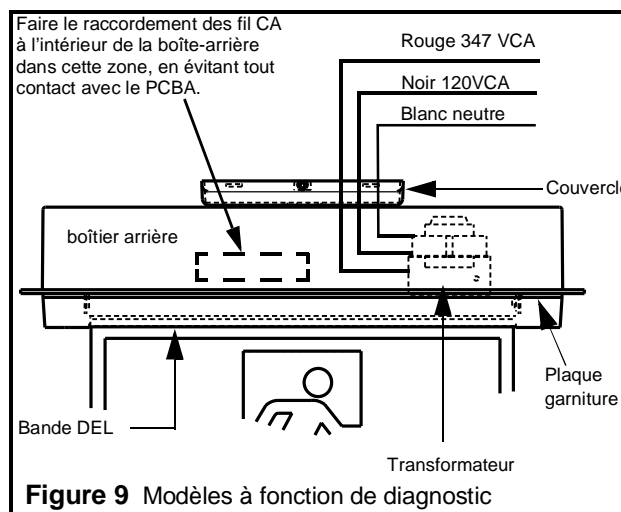

Figure 9 Modèles à fonction de diagnostic
- b. Exécutez les connexions appropriées. Ce système convient à des tensions d'entrée de 120 à 347 VCA. Pour les modèles ordinaires, raccordez les fils de sortie violet (sous tension) et blanc (commun) au service de l'édifice (Figure 8). Pour les modèles à fonction de diagnostic, raccordez les fils de sortie blanc (commun), noir (120 VCA) ou rouge (347 VCA) au service de l'édifice (figure 9).